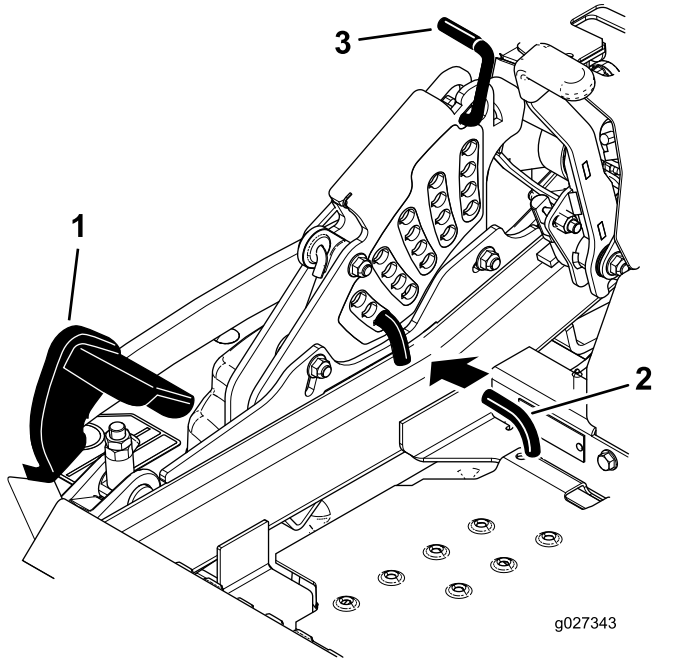

Bild 31
- Treten Sie auf das Mähwerkhubpedal und heben Sie das Mähwerk in die Transportstellung an (d. h. die Schnitthöhe von 140 mm), wie in **Bild 31** abgebildet.
- Drehen Sie zum Einstellen den Stift um 90 Grad und nehmen ihn aus der Schnitthöhen-Halterung heraus (**Bild 31**).
- Wählen Sie ein Loch in der Schnitthöhenhalterung, das der gewünschten Schnitthöhe entspricht, und stecken Sie den Stift ein (**Bild 31**).